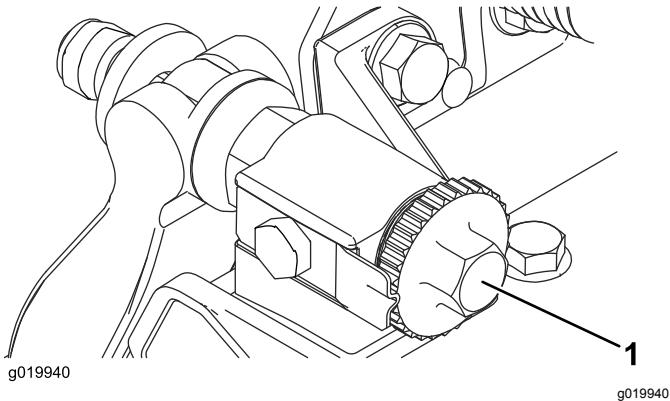

图 9
- 逆时针旋转底刀架调节螺丝确保底刀架不与滚刀接触 **图 9**。